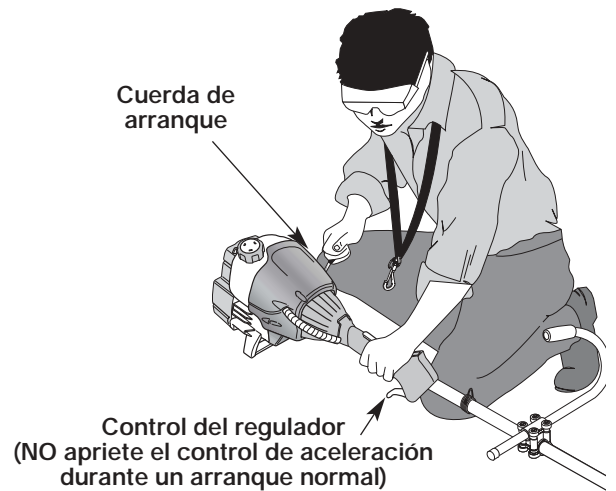

Fig. 18
ADVERTENCIA: Evite los arranques accidentales. Colóquese en posición de inicio cuando tire de la cuerda de arranque (Fig. 18). El operador y la unidad deben estar en una posición estable al arrancar la unidad para evitar graves lesiones personales. Compruebe que cualquier complemento usado se instale correctamente y que esté seguro, antes de poner en marcha la unidad.
4. Colóquese en la posición de arranque y **no apriete el control de aceleración** (Fig. 18). Tire bruscamente del cordón de arranque hasta 10 veces.